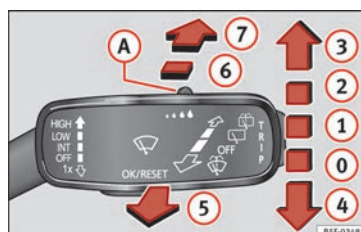

Fig. 40 Manejo del limpiaparabrisas y limpialuneta.
- INT** Barrido a intervalos para el limpiaparabrisas. Con el mando » Fig. 40 **A** ajuste los niveles de intervalo (en vehículos sin sensor de lluvia), o bien la sensibilidad del sensor de lluvia.